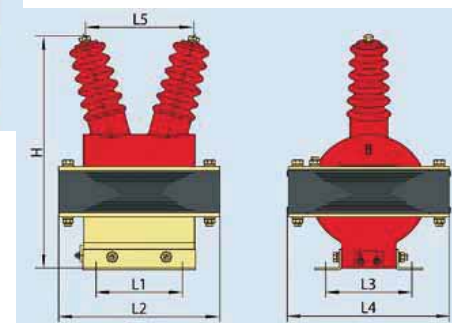

Рис. 6.2 Внешний вид и монтажные размеры трансформатора напряжения JDZJ 3, 6, 10
6.2 Внешний вид и монтажные размеры трансформатора напряжения JDZJ-3, 6, 10 (см. рис. 6.2, таблицу 6.1):